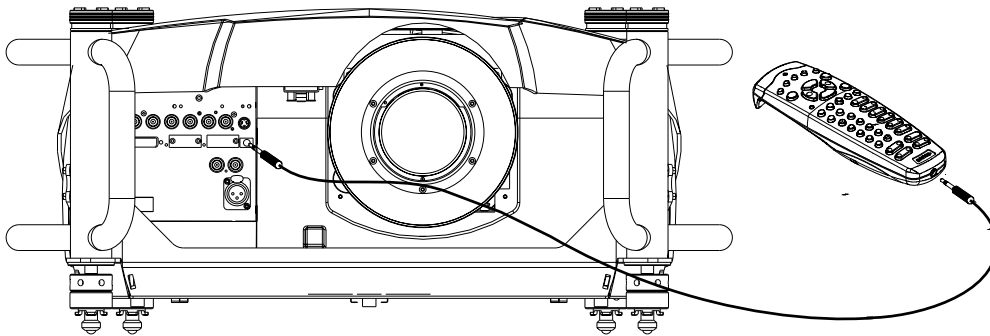

Abbildung 4-5
1. Stecken Sie ein Ende des Fernbedienungskabels in die Buchse am unteren Ende der Fernbedienung. (Abbildung 4-5)